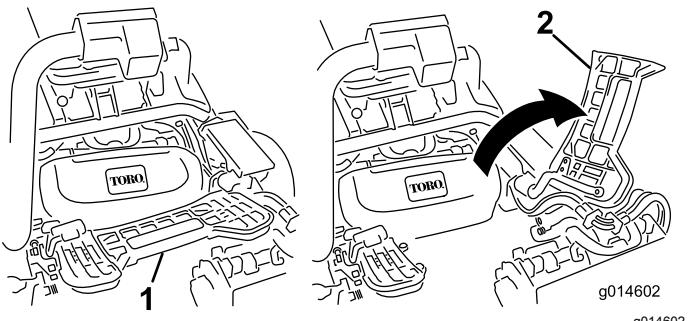

Bild 30
2. Heben Sie die Fußplattform an und schwenken sie in die geöffnete Stellung, um die Stellung der mittleren Schneideinheit zugänglich zu machen (Bild 30).